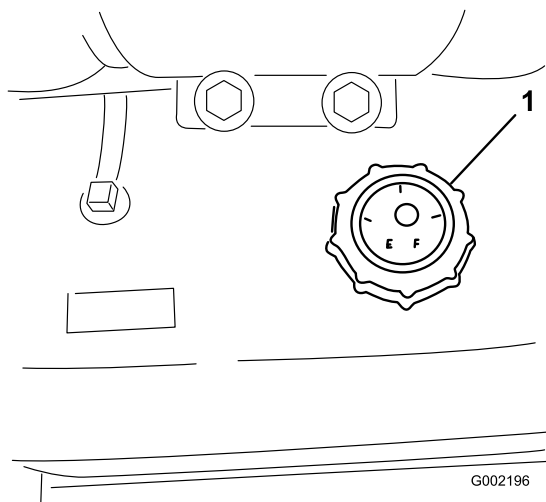

Figura 18
3. Limpe a zona em torno do tampão do depósito de combustível (Figura 18).